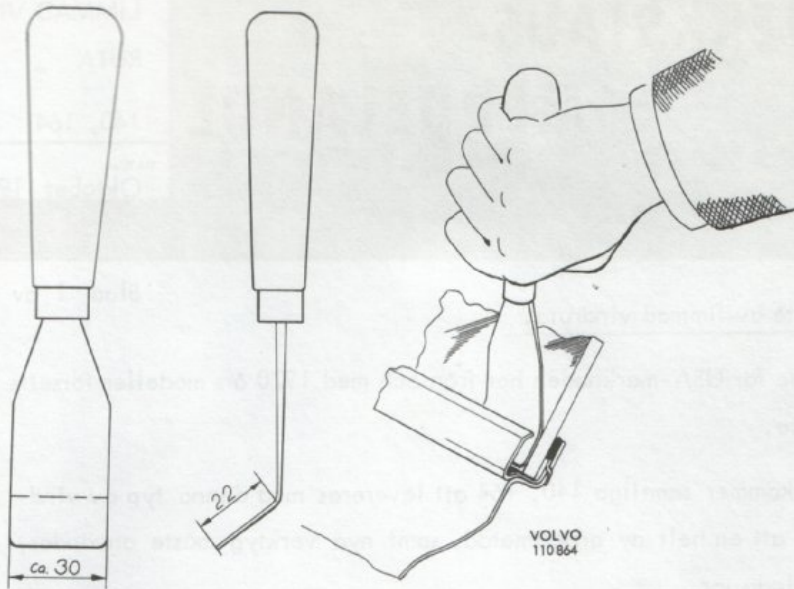

Bild 1
3. Demontera den utvändiga prydnadslisten. Det görs lämpligen med ett verktyg tillverkat av en stålspackel, se anvisningar bild 1.
Prydnadslisten bänds sedan loss försiktigt, så att lackeringen inte skadas, se bild 1.